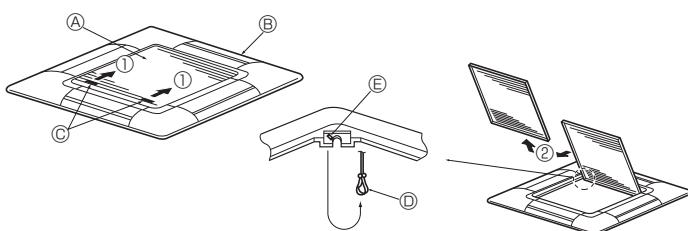

Fig. 8-3
8.2.1. Das Ansauggitter abnehmen (Fig. 8-3)
- Zum Öffnen des Ansauggitters die Hebel in die Richtung, die durch Pfeil ① gekennzeichnet ist, schieben.
- Das Scharnier des Ansauggitters bei geöffnetem Ansauggitter (Position "offen") vom Gitter wie durch Pfeil ② gekennzeichnet, abnehmen.